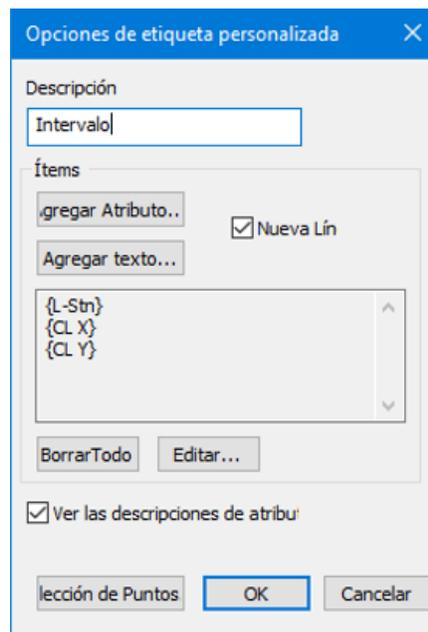

Figura 21-7: Opciones de Etiqueta Personalizada
16. En *Etiqueta Selección y formato*, descienda a la primera clase *Definidos por el usuario*. Selecciónelo y haga clic en el botón *Opciones* para activar *Opciones de Etiqueta Personalizada* como se muestra en la Figura 21-7.